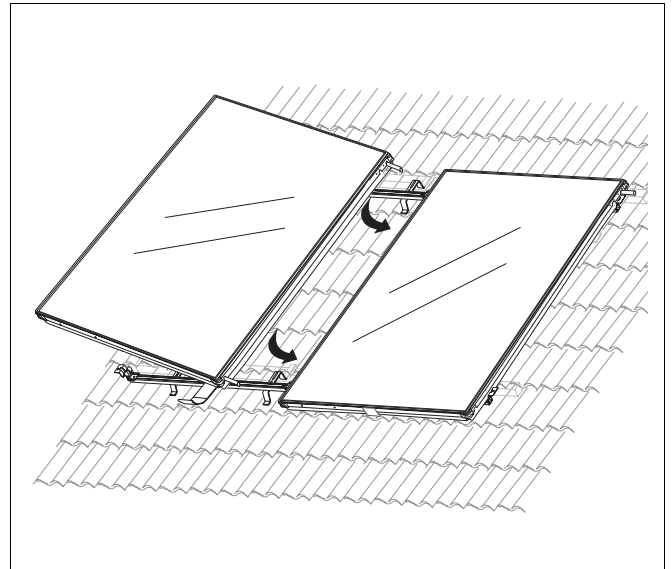

Fig. 35 Colocar o segundo colector, aplicar as abraçadeiras de mola
- ▶ Ao colocar o colector seguinte, empurre as mangueiras solares previamente montadas sobre as ligações do colector já montado (Fig. 35).